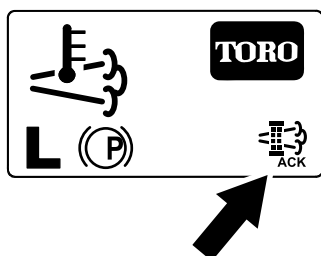

Figura 65
8. O InfoCenter apresenta o Ecrã inicial e o ícone de confirmação da regeneração (Figura 65) surge no canto inferior direito do ecrã enquanto a regeneração é processada.